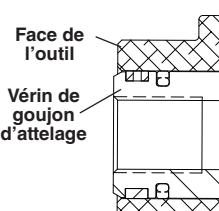

Figure 2 – Manque d'huile hydraulique
- Fuites d'huile hydraulique. Un vérin de goujon d'attelage qui saillit de la tête (Figure 2) est signe d'un manque d'huile hydraulique. Faites réviser la tête de poinçonnage. Ne tentez pas d'ajouter de l'huile vous-mêmes.